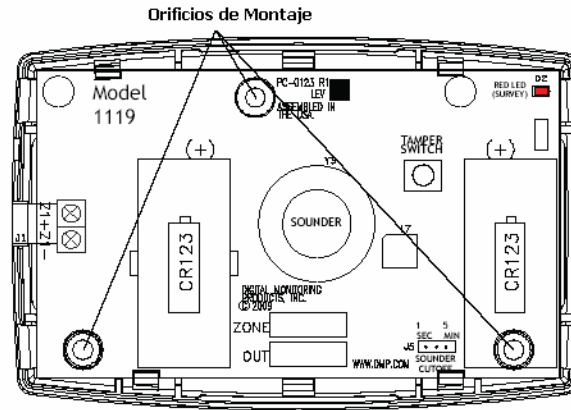

Figura 2: Tarjeta 1119 Inalámbrica
El 1119 proporciona un LED que permite que una sola persona confirme la comunicación con su receptor cuando su tapa es removida. La tarjeta del 1119 contiene un Led Rojo (Ver la figura 2) se activa cada vez que se envíen datos a el receptor, inmediatamente se desactiva cuando es el reconocimiento del receptor es recibido. Presionar el interruptor del tamper es una forma conveniente para enviar datos al receptor para confirmar la operación. Cuando el 1119 no recibe un reconocimiento del receptor permanece encendido el Led durante 8 segundos para hacerle saber que no se establece la comunicación. La comunicación también es defectuosa cuando el Led parpadea varias veces rápidamente constante. Reubique el 1119 o receptor hasta que el Led se desactive inmediatamente que nos indica que el 1119 y el receptor se comunican adecuadamente. Comunicación adecuada entre el 1119 y el receptor se verifica cuando cada vez sea oprimido el tamper o restablecido el tamper el Led parpadea inmediatamente y se apaga inmediatamente también.
Montar el 1119 en una pared plana o un registro alejado de objetos de metal grandes. Ver la Figura 2 para localizar los orificios de montaje.
3. Instale las baterías 3.0V de litio en su lugar en sus bases y presione hasta quedar correctamente. Ver la figura 2 para la ubicación de la batería.